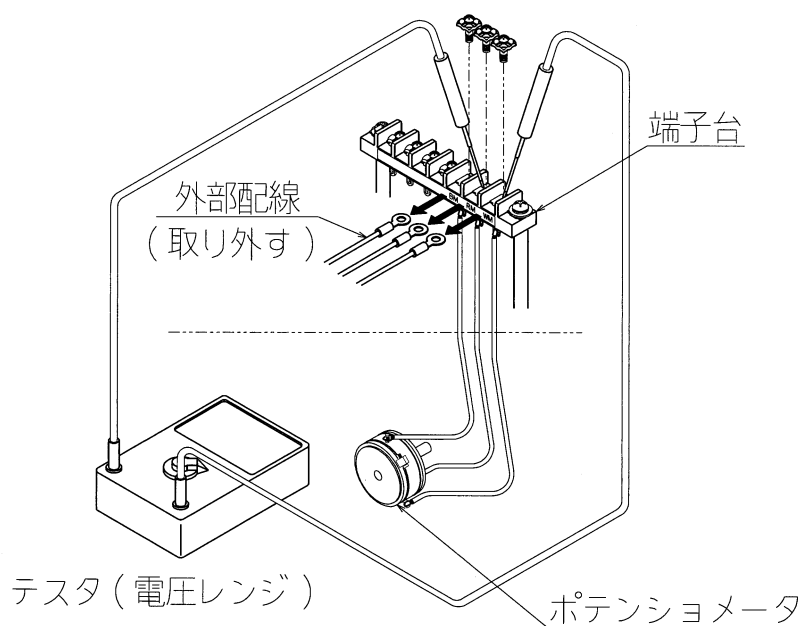

図 8 : ポテンシオメータの点検
(1) ポテンシオメータの点検方法（図8参照）
- ①コントロールモータを電動動作で全閉位置とし電源を遮断します。
- ②端子箱カバーを外し、端子BM, RM, WMに接続されている外部配線を解線します。
- ③ポテンシオメータのWM端子に（-）、BM端子に（+）とし、DC 5 Vを印加してください。